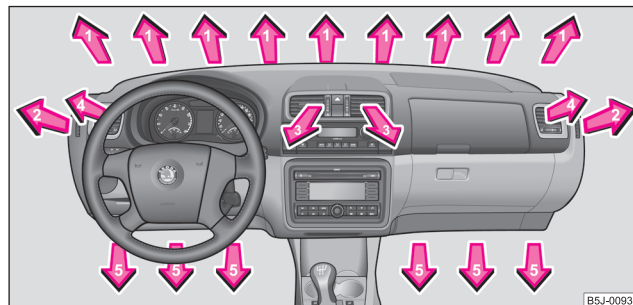

Abb. 97 Luftaustrittsdüsen
- Stellen Sie die Luftaustrittsdüsen **3** und **4** so, dass der Luftstrom leicht nach oben gerichtet ist ⇒ Seite 110, Abb. 97.
- Stellen Sie die Luftaustrittsdüsen 3 und 4 → Seite 110, Abb. 97 so, dass der Luftstrom leicht nach oben gerichtet ist.
Sie können die Luftverteilung zu den Luftaustrittsdüsen über die Tasten des Bedienteils der Climatronic regeln ⇒ Seite 107. Die Luftaustrittsdüsen **3** und **4** ⇒ Abb. 97 können einzeln geschlossen und geöffnet werden. ■